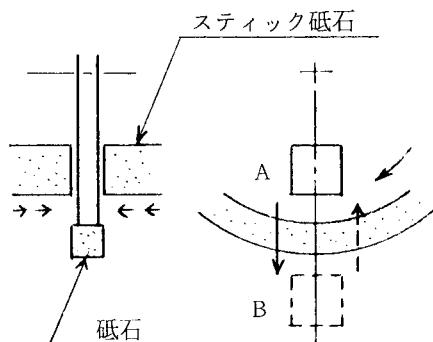

図2-11
- スティック砥石の切込みは図2-11に示すAの位置で行い、Bの位置では切込みを行わないようとする。